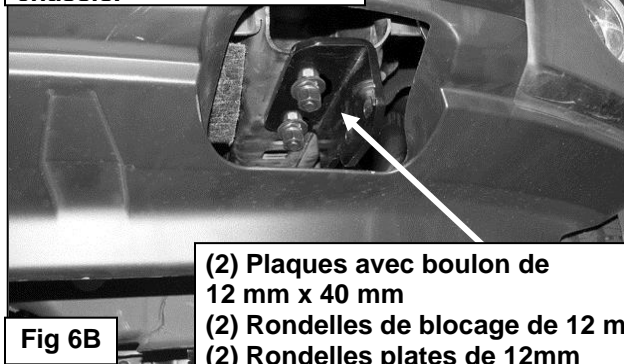

Fig 6B
- Glisser l'extrémité rainurée du support côté conducteur sous l'écrou et les rondelles. Insérer la deuxième plaque avec boulon de 12 mm dans le trou restant vers l'avant du support de fixation. Fixer le support sur la plaque avec boulon en utilisant (1) rondelle de blocage de 12 mm, une rondelle plate de 12 mm et (1) écrou à tête hexagonale de 12 mm (**Figure 6B**).